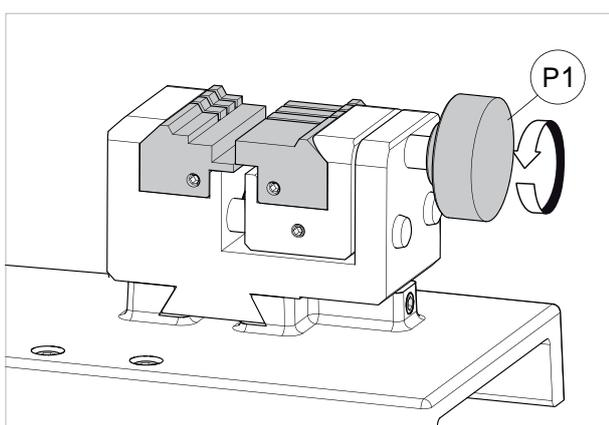

Fig. 51
- 2) Desaperte o manípulo (P1) de umas voltas (Fig. 51).